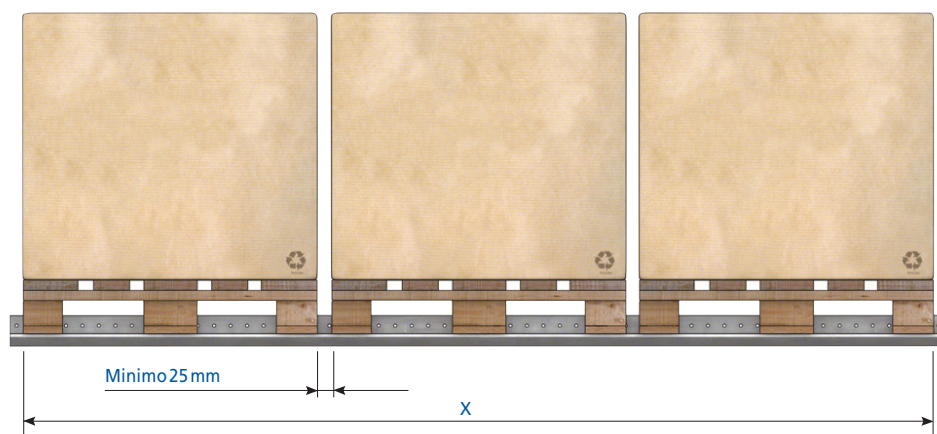

Figura 4
- X: somma della profondità di tutti i pallet (la misura del carico è da prendere in considerazione qualora sia sporgente) più un interspazio per unità di carico di, almeno, 25 mm (figura 4).